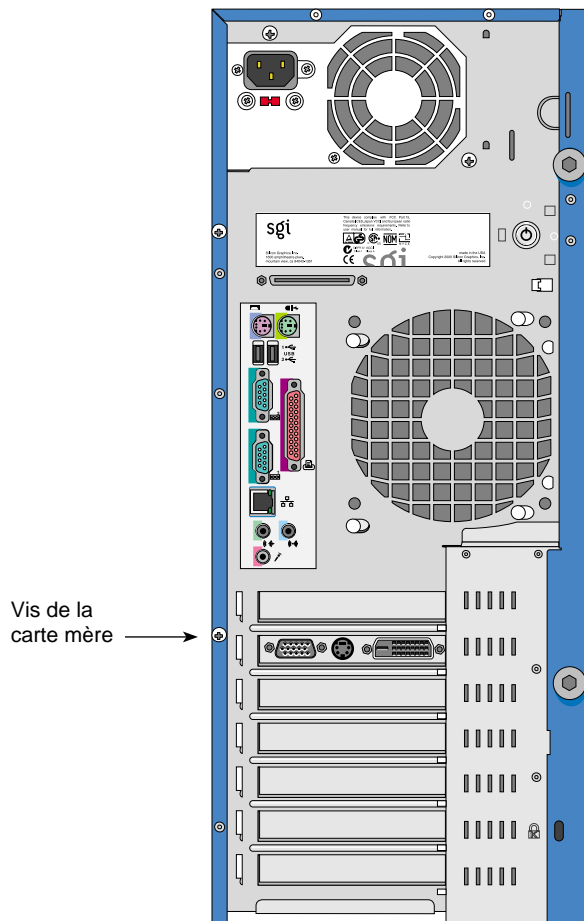

Figure 2-21 Position de la vis de la carte mère
5. Dévisser la vis de fixation de la carte mère. La Figure 2-21 montre la position de cette vis.
5. Serrer la vis de la carte mère sur le support de blocage. La Figure 2-21 page 44 montre la position de la vis de la carte mère.